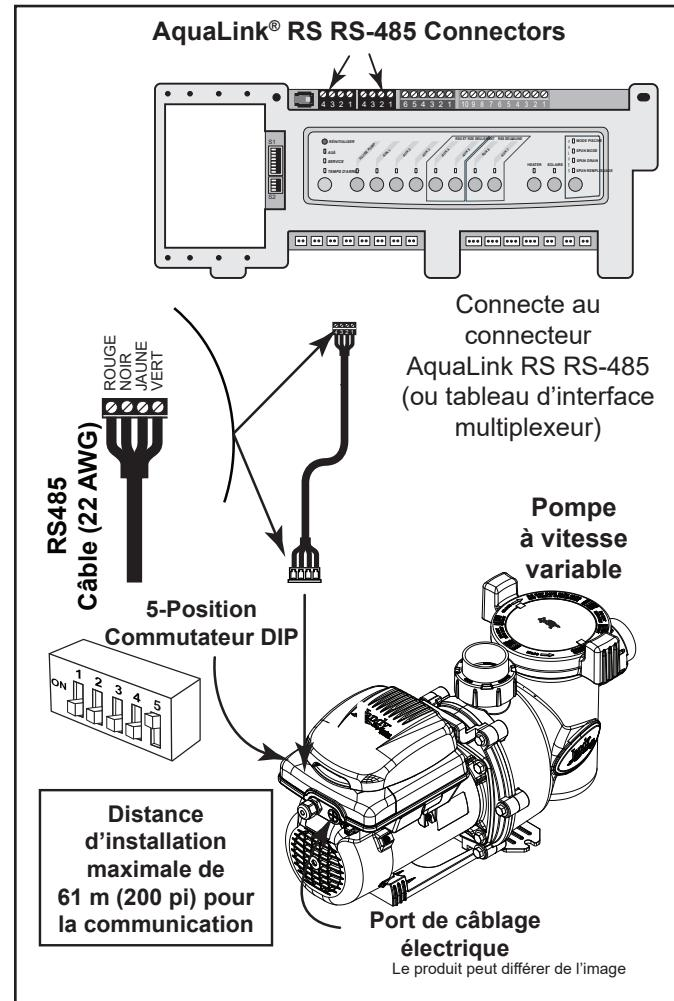

Figure 7. Câblage du contrôleur AquaLink RS ou AquaLink PDA
- Glisser les commutateurs DIP 1 et 2 en position désactivée (OFF). Glisser le commutateur DIP 5 en position activée (ON). Voir la Figure 7.
- Connecter le nouveau câble RS-485 de AquaLink par le raccord de compression disponible et faire passer le câble à 4 conducteurs dans le port fileté de l'entraînement du moteur le plus proche du connecteur. Figure 7.
- Connecter le connecteur RS-485 sur le AquaLink® RS (ou la carte interface du multiplexeur), en faisant correspondre les couleurs de fils aux positions du connecteur comme suit : 1-rouge, 2-noir, 3-jaune et 4-vert. Voir la Figure 7.
3. Retirez les six (6) vis pour déconnecter le contrôleur à vitesse variable à partir du contrôleur de base sur le moteur de la pompe.
5. Dévisser les quatre (4) bornes du connecteur et déconnecter les fils du faisceau de câble du moteur.
7. Fixer le couvercle de la pochette et le joint d'étanchéité avec les six (6) vis à la base du contrôleur à vitesse variable sur le moteur.
10. Préparer le câble et fixer un autre connecteur à 4 broches, en faisant correspondre les couleurs de fil, Figure 7.
13. Vérifier que les réglages du commutateur DIP correspondent à la figure 7.